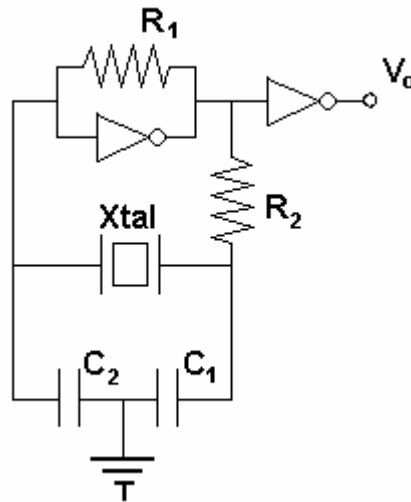
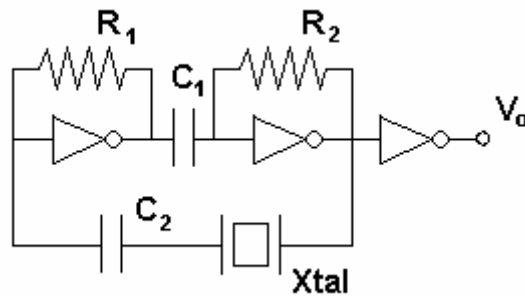

Figura 9: Oscilador digital utilizando un montaje paralelo del cristal
Figura 11: Oscilador serie
El circuito de la **Figura 9** representa un posible montaje paralelo para un oscilador de cristal o cerámico. Recibe este nombre porque la vibración se produce a la frecuencia de resonancia paralelo. Se puede observar como el cristal forma la red de realimentación junto con dos condensadores. Puesto que el amplificador es negador esto significa que, a la frecuencia de oscilación, el elemento piezoeléctrico debe presentar una reactancia inductiva, como sucede cerca de la frecuencia de resonancia paralelo del mismo.
En particular vamos a centrarnos en el montaje paralelo, que se muestra en la **Figura 9**. Siguiendo la teoría general de amplificadores realimentados, tenemos una etapa amplificadora (formada por el inversor y la resistencia R_1) y una etapa de realimentación (formada por R_2 , el elemento piezoeléctrico y los dos condensadores) que se encarga de lograr la realimentación positiva en la frecuencia deseada. Si abrimos el lazo obtenemos el circuito de la **Figura 11**, que puede utilizarse para caracterizar el comportamiento de este tipo de osciladores.
transferencia de el circuito de realimentación ($B = \frac{V_3}{V_2}$). Esto significa que el circuito de la **Figura 9**
- 3.4.a) Monte el circuito de la **Figura 11** utilizando los inversores del 74HC04. $R_1 = 10M$, $R_2 = 680\Omega$, $C_1 = C_2 = 68$ pF y el cristal de cuarzo de 6 MHz. No olvide colocar un condensador entre la alimentación y tierra del circuito integrado y conectar las entradas de aquellos inversores del 74HC04 que no vaya a utilizar. La entrada la obtendrá del generador de funciones, que debe estar configurado para proporcionar una señal sinusoidal entre 0 V y unos cientos de mV (es decir, nunca debe colocar a la entrada del inversor un voltaje menor que 0 V). Vaya variando la frecuencia de entrada desde 5,8 MHz hasta 6,2 MHz midiendo el desfase y la ganancia de V_3 con respecto a V_1 . Realice una gráfica donde puedan verse ambas medidas simultáneamente. A la vista de dicha gráfica ¿a qué frecuencia oscilará este montaje?
- 3.4.b) Monte el circuito de la **Figura 9** cerrando el montaje del apartado anterior. Si con estos valores no consigue que el circuito oscile, pruebe a cambiar C_1 y C_2 por condensadores de 56 pF. Si sigue sin funcionar, pruebe otras combinaciones según la teoría de osciladores realimentados explicada en clase. Dibuje la señal obtenida. ¿Cuál es su frecuencia? Para realizar esta última medida con mayor exactitud, utilice el divisor de frecuencia del apartado 3.3 y el multímetro. Comentarios.
- 3.4.d) Desconecte el generador de funciones y cierre el lazo para obtener el circuito de la **Figura 9** y compruebe que efectivamente oscila. Dibuje la señal obtenida. ¿Cuál es ahora la frecuencia obtenida? De nuevo utilice el multímetro para conseguir mayor exactitud. Comentarios.
- 3.4.e) **(OPTATIVO)** A continuación va a estudiar el efecto de la capacidad de carga (C_1 y C_2) en la frecuencia de oscilación. Utilizará el circuito de la **Figura 9** con el resonador cerámico. Conecte una resistencia $R_2 = 5K6$ y vaya cambiando C_1 y C_2 , pero utilizando siempre dos condensadores del mismo valor (esto es, $C_1 = C_2$ en cada prueba). Realice una tabla que muestre la frecuencia obtenida para cada valor de los condensadores. Apunte también si la señal obtenida es limpia o ruidosa.
Otro circuito clásico de oscilador a cristal es el que se muestra en la **Figura 11**. Esta vez se trata de un montaje serie.